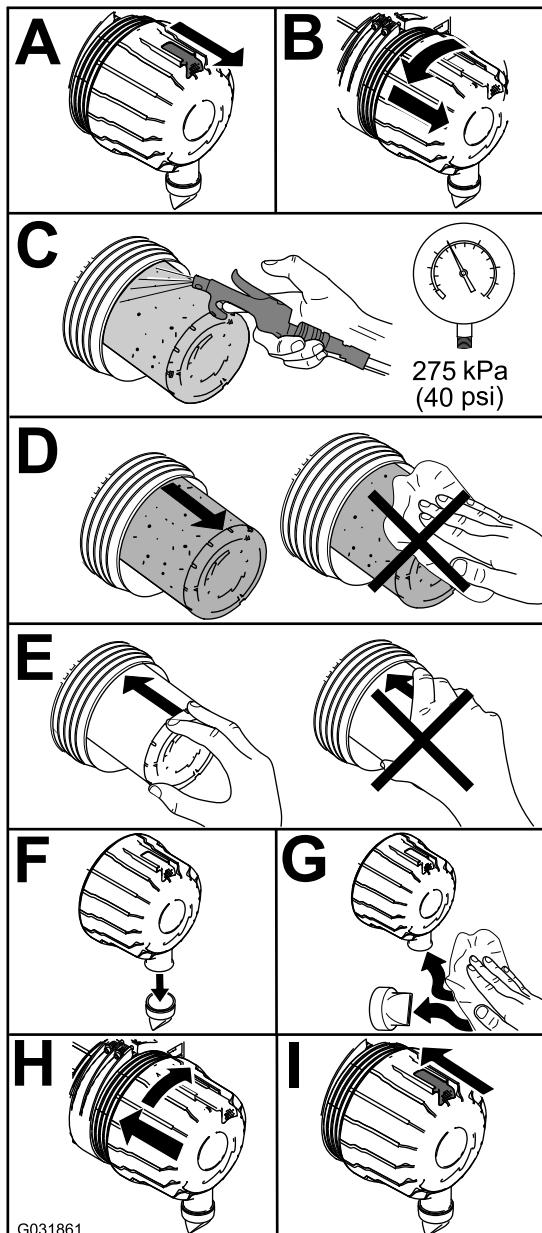

Figura 46
1. Substitua o filtro de ar (Figura 46).